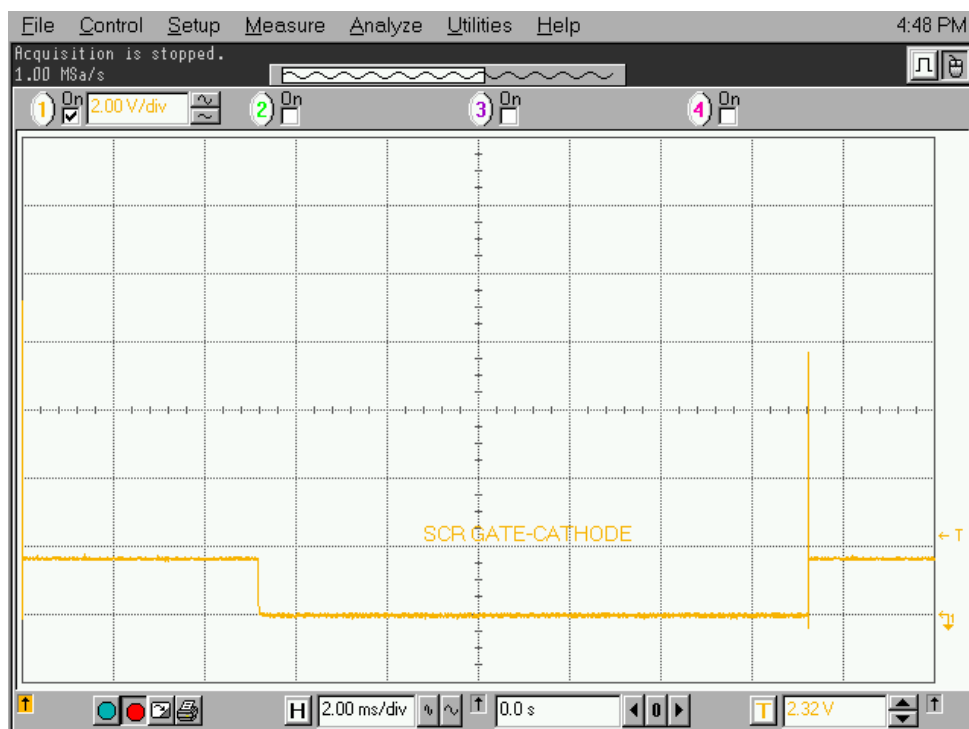
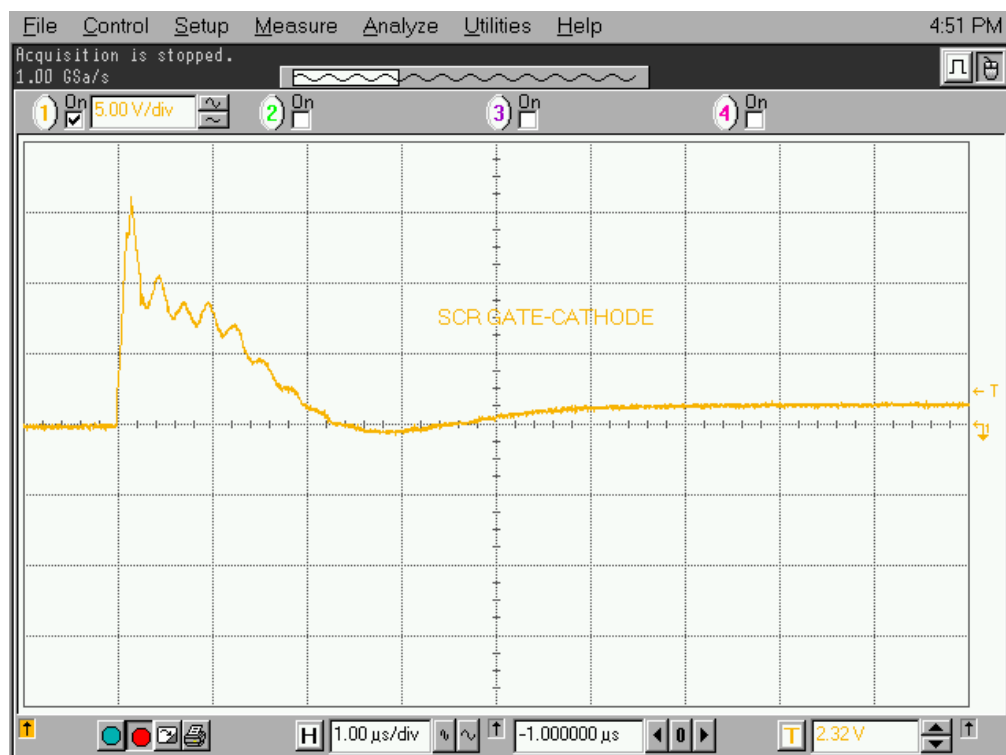

図 5.37 SCR ゲーティングパルス
図 5.38 拡張した SCR ゲーティングパルス
19. TP1 と TP2 間の信号が、図 5.37および図 5.38に示すような波形であることを確認する。